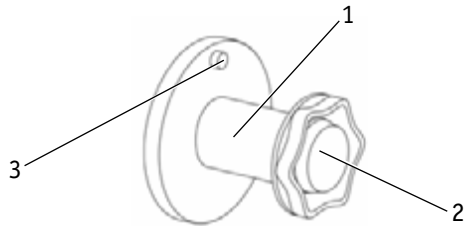
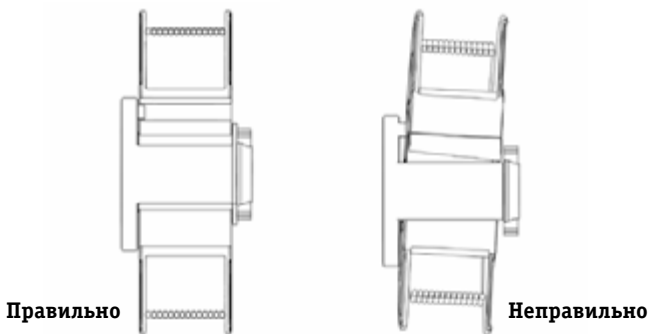

Рис. 9.8. Ось катушки.
Рис. 9.9. Установка катушки с проволокой на ось катушки.
7. Установите катушку с проволокой на ось катушки (См. рис. 9.8). Не допускайте перекоса катушки (См. рис. 9.9).